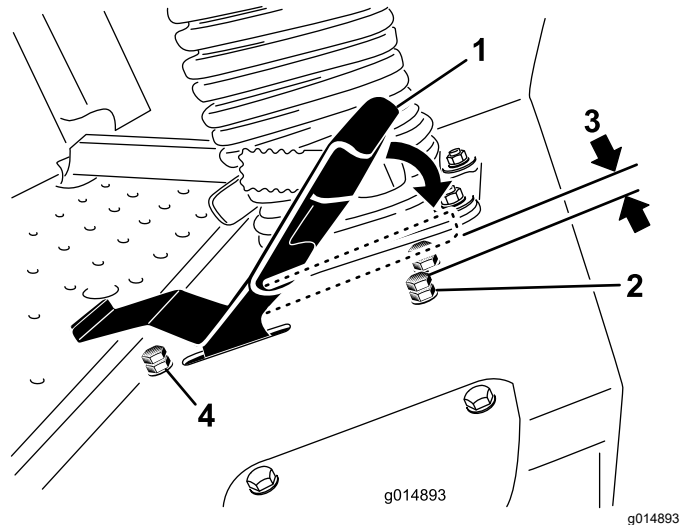

Рисунок 50
3. Отпустите контргайку на упорном болте педали тяги (**Рисунок 50**).